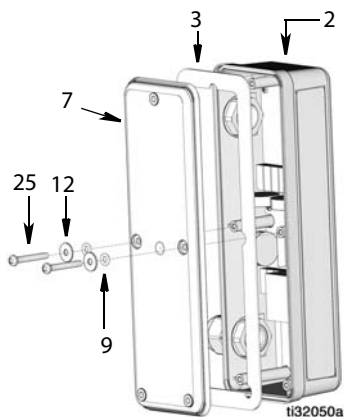

Рис. 38
7. Установите два уплотнительных кольца круглого сечения (9), шайбы (25) и винты (12), чтобы закрепить крышку на корпусе электроники регулятора (2) (Рис. 38).